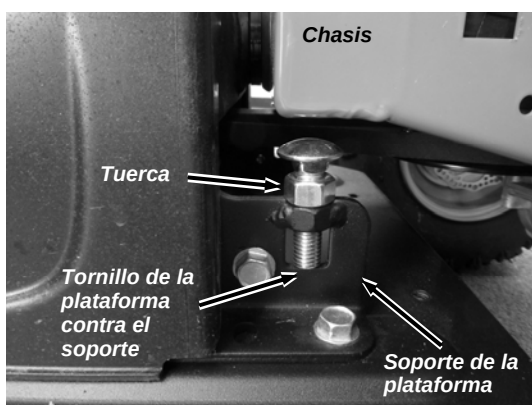

Figura 14
Hay dos tornillos de pivotaje de la plataforma en su DR DESBROZADORA DE CUCHILLA. La máquina debería haber sido enviada con ambos tornillos en la posición más baja (**Figura 14**). Si ambos no están en la posición más baja, realice los siguientes procedimientos.
1. Afloje las dos tuercas de seguridad con una llave de 3/4" mientras sujeta la parte cuadrada de las tuercas de la plataforma con una llave de 1/2". (**Figura 14**). Gire la contratuerca contra la cabeza del tornillo.